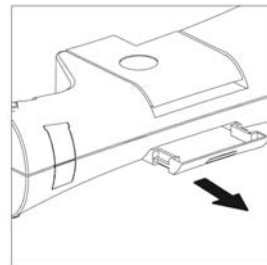

Figura 10
- 3 Retire y vacíe el depósito de recogida después del proceso (figura 10).